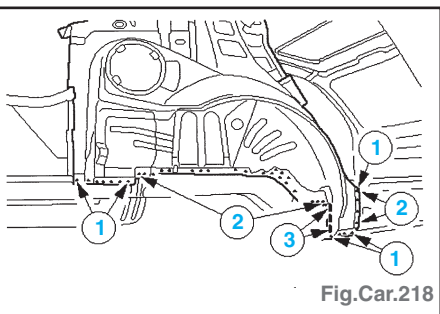

Fig.Car.218
- Souder par points (1), bouchonnage (2) et en cordon discontinu sous gaz protecteur (3) (Fig.Car.218).
- Souder par points (1), par bouchonnage (2) et en cordon discontinu sous gaz protecteur (3) (Fig.Car.218).